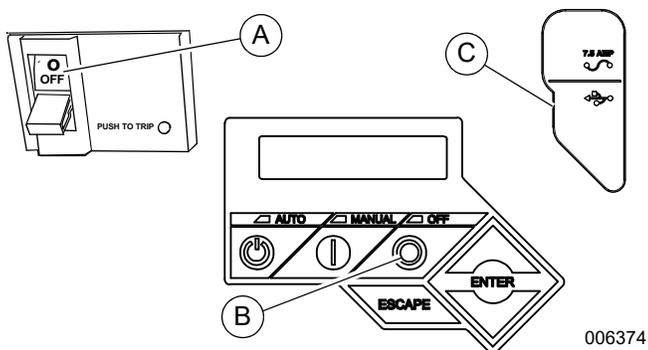

Figura 5-5. Panel de control del generador
2. Consulte la Figura 5-5. Coloque el MLCB (desconexión del generador) en la posición OFF (ABIERTO) (A).